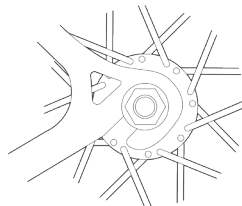

fig. 13
6. W systemach z mocowaniem przedniego koła z zaciskiem mimośrodowym (szybkozamykaczem), przesunąć uchwyt zacisku do góry i przekręć go do pozycji ZAMKNIĘTEJ (CLOSED) (rys. 11a). W tym momencie uchwyt powinien znajdować się równoległe do wspornika siodła lub łańcucha i być zagięty w stronę koła (rys. 13). Aby zastosować wystarczającą siłę zaciskania, należy złapać gołę widelca w celu podparcia, a dźwignia powinna pozostawić na dłoni wyraźny ślad.